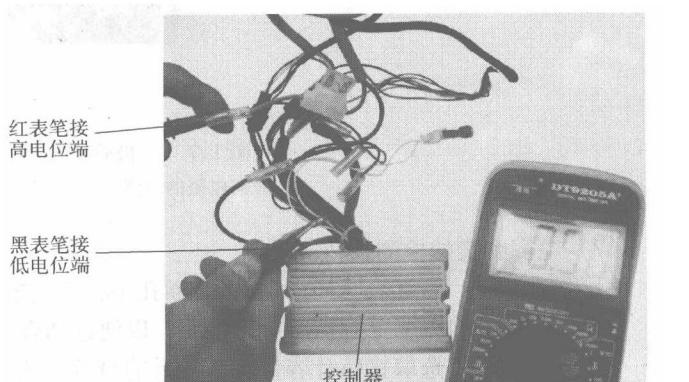

图 1-6 直流电流的检测技巧
4) 测量。将被测电路断开，红表笔接在高电位端，黑表笔接在低电位端（即将万用表串联在电路中），万用表显示屏显示的数值，即是被测电路中的电流值，检测技巧如图 1-6 所示，其读数为 0.9A。